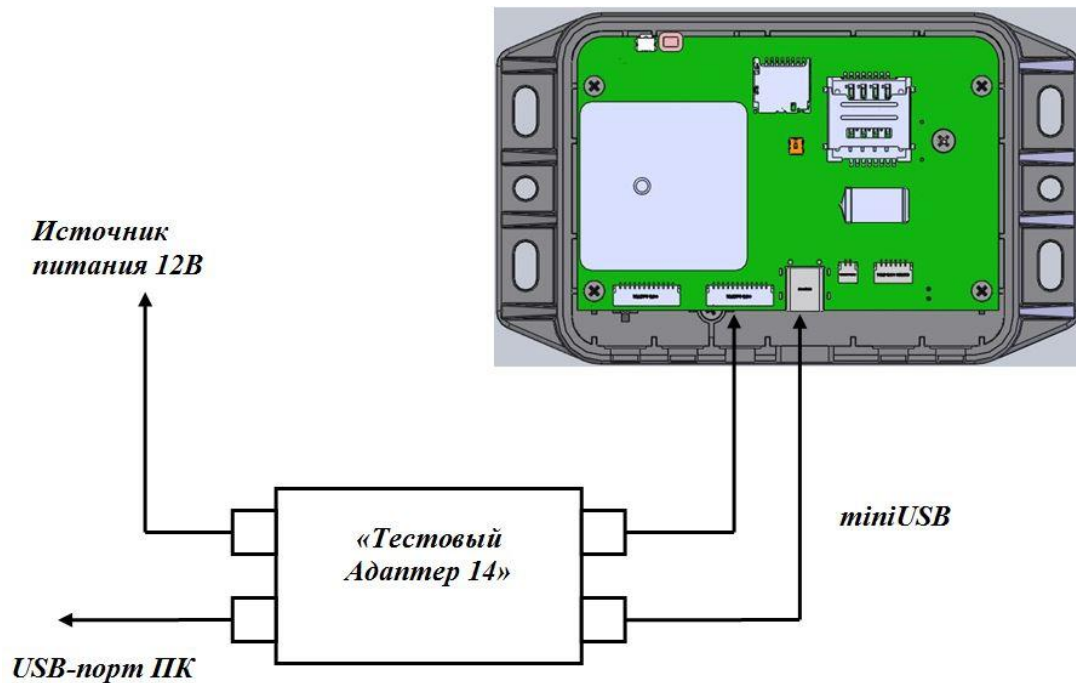

Рисунок 4 – Схема подключения радиостанции к ПК с помощью тестового адаптера
- подключить программатор к USB-порту ПК, используя разъем 1, рисунок 4;
- подключить программатор к miniUSB разъему изделия используя разъем 2, рисунок 4.